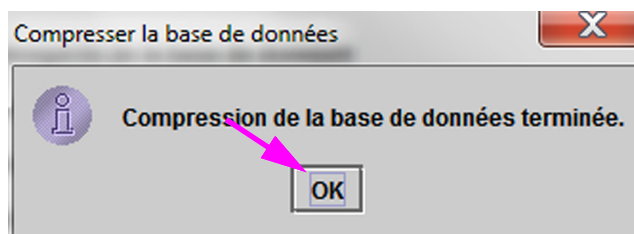

Figure 5-84. Boîte de dialogue Compression de la base de données terminée
3. Cliquez sur **Continuer** pour compresser la base de données. Lorsque la compression de la base de données est terminée, la boîte de dialogue Compresser la base de données terminée s'affiche. Voir Figure 5-84.